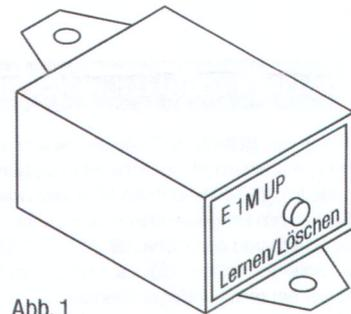

Abb. 1
- Drücken Sie nun kurz die Lernen/Löschen-Taste (s. Abb. 1) am Empfänger; es ertönt ein gleichmäßiger Signalton.